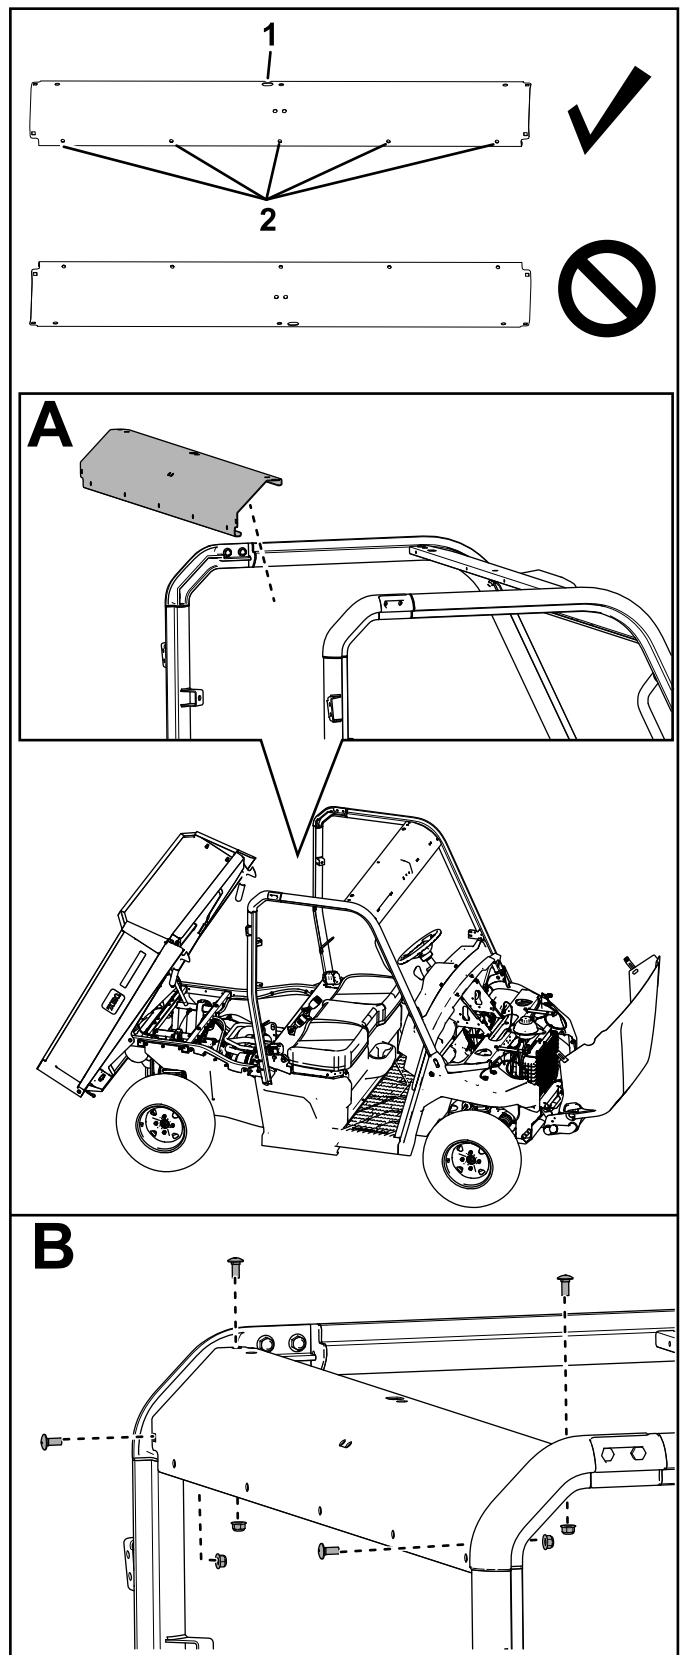

Figura 17
12. Fije el enlace transversal trasero a los conjuntos de barras antivuelco traseras con 4 pernos de cuello cuadrado (5/16" x 3/4") y 4 contratuercas (5/16"), tal y como se muestra en la Figura 17.
Asegúrese de colocar el enlace transversal tal y como se muestra en la Figura 17.